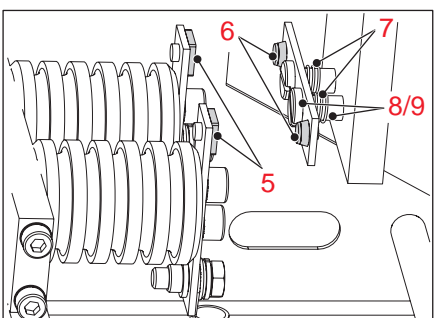

Bild 20
- Die Silber-Kontaktflächen an den Kontakten K1/13 und K1/14 (5) sowie an der Kontaktbrücke K1 (6), siehe **Bild 20**.
- Bei abgebrannten Kontakten die kompletten Kontakte K1/13 und K1/14 (5) und die Kontaktbrücke K1 (6) austauschen, siehe Abschnitt „**Kontakte K1/13 und K1/14 austauschen**“, Seite 23 bzw. „**Kontaktbrücke K1 und Druckfedern austauschen**“, Seite 24.
5. Federmechanik (7) der Kontaktbrücke K1 (6) auf Leichtgängigkeit prüfen.
- Bei klemmender Kontaktbrücke (6) die Lagerstellen (8) und die Achsen (9) reinigen.
6. Kontaktfedern (7) auf Federbruch und Ermüdung prüfen.